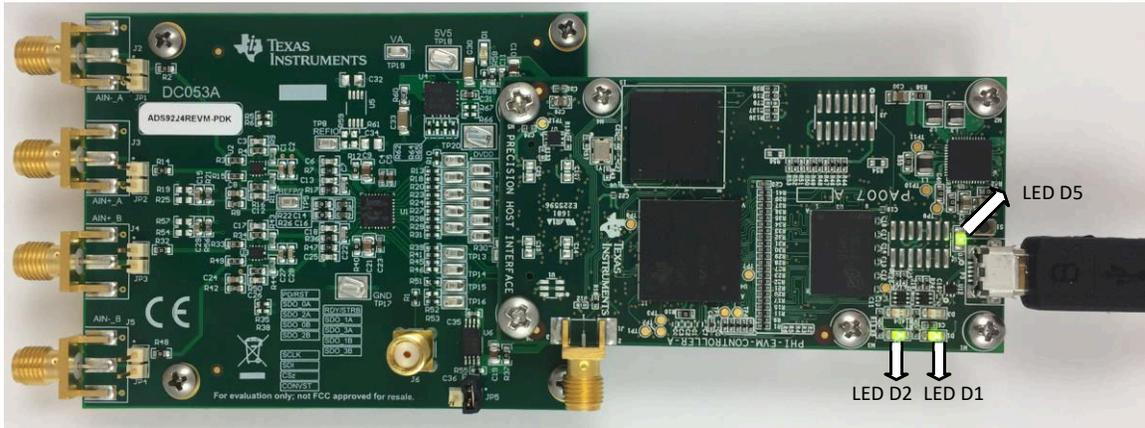

Abbildung 6-1. Hardware-Einrichtung und LED-Indikatoren des EVM-PDK
1. Verbinden Sie den ADS9224REVM mit der PHI, und bringen Sie die beiden Schrauben an, wie in Abbildung 6-1 dargestellt.